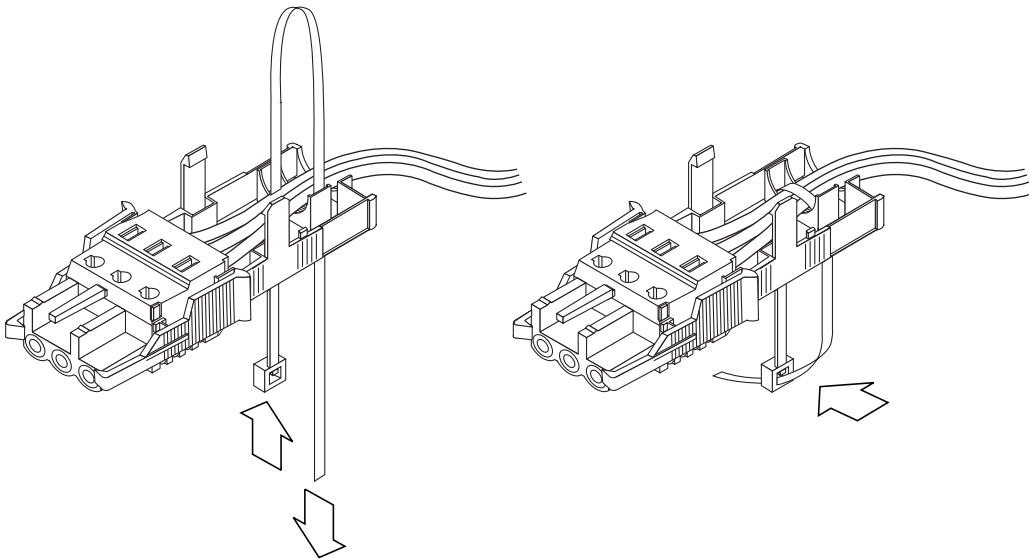

РИС. 3-8 Закрепление проводников в защитной оболочке
3. Вставьте фиксирующий хомут в нижнюю часть защитной оболочки (см. РИС. 3-8).
4. Проденьте хомут вокруг проводников и защитной оболочки, затем затяните хомут для надежной фиксации проводников в защитной оболочке (см. РИС. 3-8).